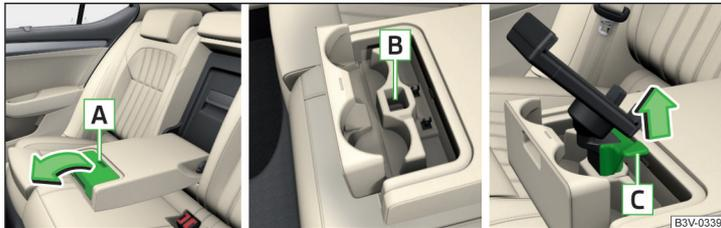

Abb. 130 Ablagefach öffnen / Staufach für Halter / Halter abnehmen
- › Zum **Einsetzen** den Deckel an der Aussparung **A** fassen und in Pfeilrichtung aufklappen » Abb. 130.